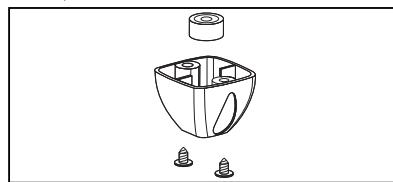

Figure 11.
11. Changement des pieds (fig. 11)